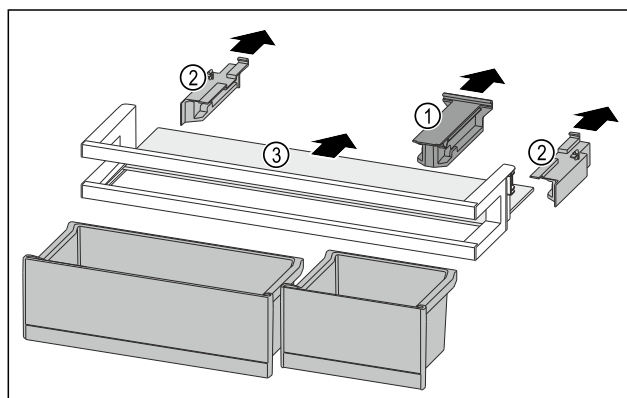

Fig. 97
- Tõmmake hoideosa Fig. 97 (1) maha.
- Tõmmake küljeosad Fig. 97 (2) maha.
- Võtke riiul Fig. 97 (3) välja.